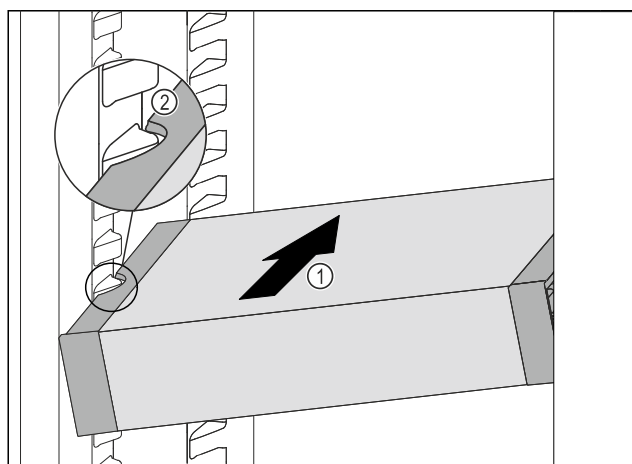

Fig. 114
- ▶ Predal VarioSafe potiskajte poševno v hladilnik *Fig. 114 (1)*, dokler stranska izreza *Fig. 114 (2)* predala VarioSafe nista na višini nastavka za posodo v hladilniku.